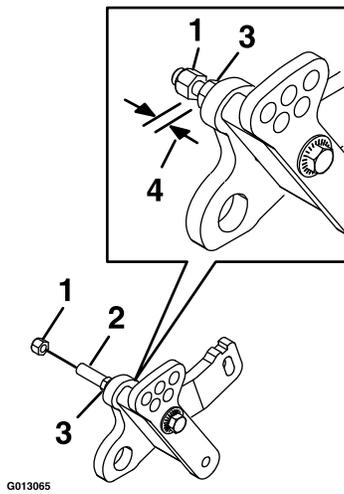

Figura 6
9. Instale el muelle lateral reemplazando el gancho trasero en el tornillo. Instale la tuerca nyloc y deje un espacio de 9 mm (0.35 pulgada) entre la tuerca nyloc y la contratuerca de reborde (7/16 pulgada), como se muestra en Figura 6.